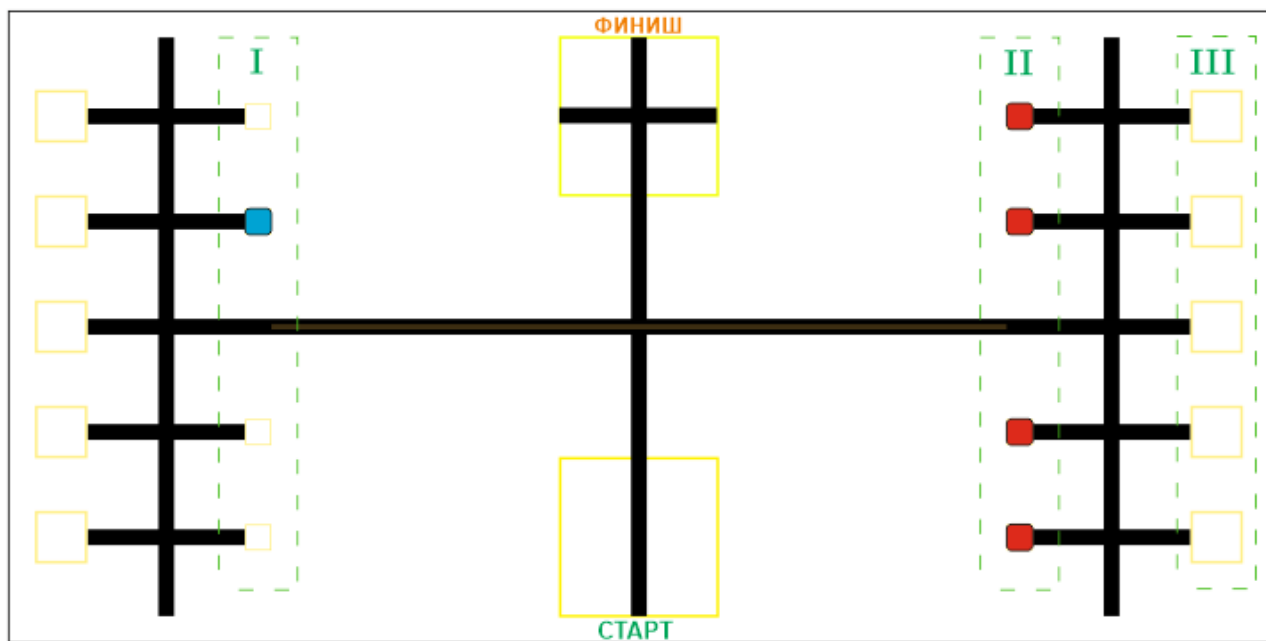

Рисунок 1. Пример расположения кубов
- начинает движение в зоне старта (целиком своей вертикальной проекцией находится внутри зоны без перекрестка, ограниченной квадратом желтого цвета), Рисунок 1;